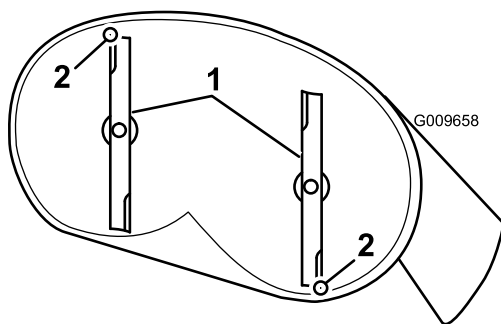

Figure 51
- Faites pivoter les lames avec précaution pour faire passer les pointes avant à l'arrière (Figure 51).
5. Mesurez la distance entre la pointe de la lame avant et la pointe de la lame arrière par rapport à la surface plane (Figure 51). Si la pointe avant de la lame n'est pas de 1,6 à 7,9 mm plus basse que la pointe arrière, réglez le contre-écrou avant.
lame soit de 1,6 à 7,9 mm plus bas que la pointe arrière (Figure 51).